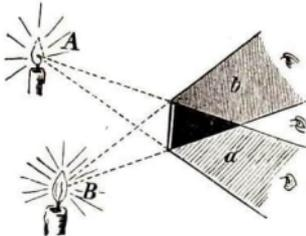

Abb. 214. Kern- und Halbschatten
2. Schatten ist ein lichtarmer Raum. Durch Überkreuzung zweier Schatten entstehen Kern- und Halbschatten. Um eine solche Überkreuzung zu haben, müssen mindestens zwei **Lichtquellen** vorhanden sein (Abb. 214).
Schülerübung: Beleuchte eine senkrecht auf den Tisch gestellte Postkarte mit 2 Kerzen A und B (Abb. 214)! Von welcher Kerze erhält Raum a Licht? [Ergebnis: Von B.] Von wem erhält b Licht? [Ergebnis: Von A.] Von wem erhält der schwarze Teil Licht? [Ergebnis: Weder von A noch von B.] Merke: